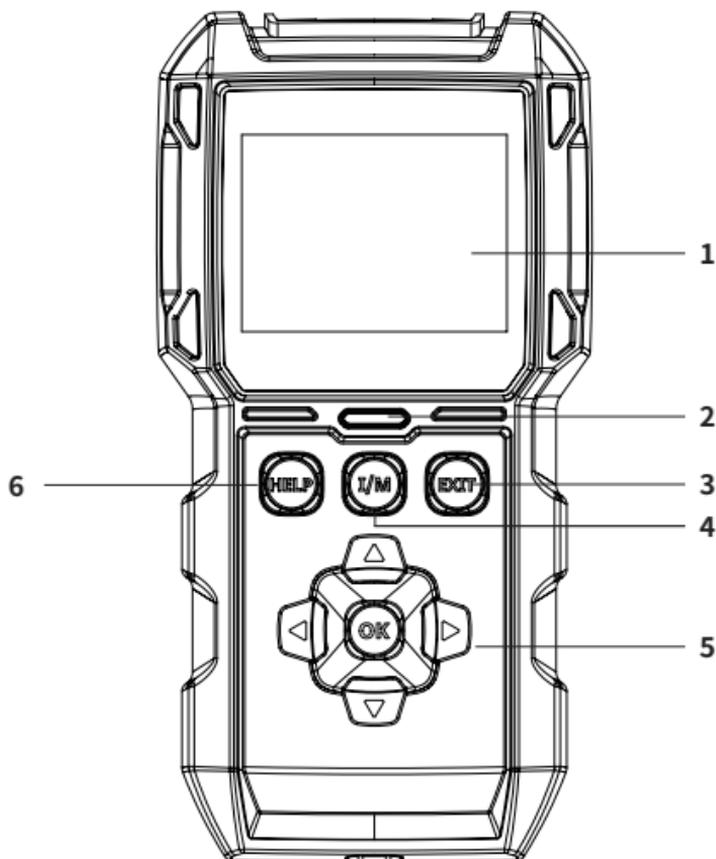

図 2.1.1
1. ディスプレイ: 2.8 インチのカラー画面には、メニュー、サブメニュー、テスト結果、特定の機能、モニターステータス情報が表示されます。詳細には、次のセクションのメインメニューとホーム画面のアイコンを参照してください (図 2.1.1 を参照)。